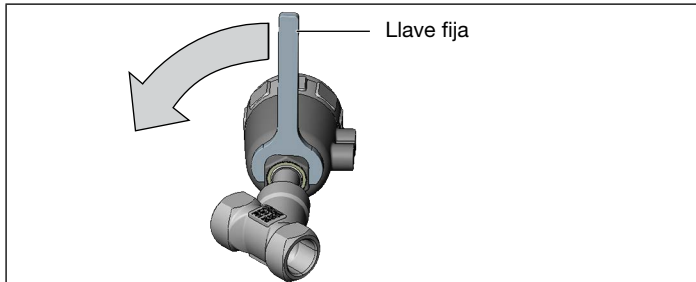

Imagen 15: Giro con una llave fija
- Gire el módulo actuador en el sentido inverso a las agujas del reloj (mirando desde abajo) hasta colocarlo en la posición deseada (consulte «Imagen 15»).